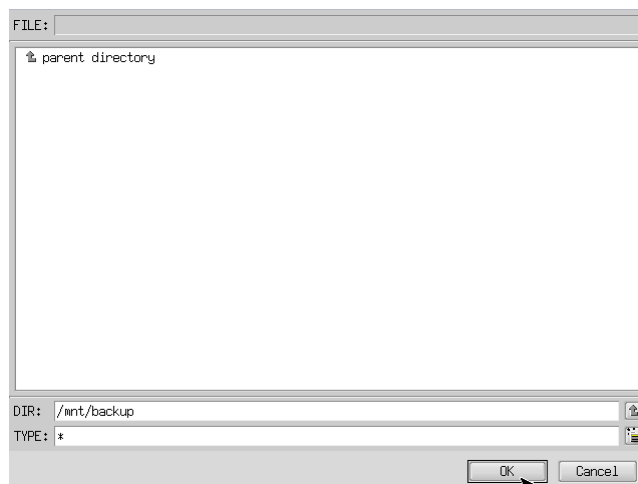

図 6-3-4. フォルダ参照画面
- ⑥ フォルダ参照画面（図 6-3-4）が表示されます。②で接続したパーティションは、/mnt にマウントされるので、/mnt 以下のフォルダを選択してください。[OK] を押すとフォルダ選択画面にもどります。